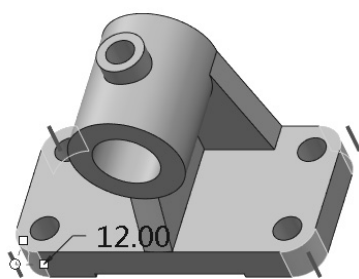

图 5-96 创建圆角 1
(1) 单击  倒圆角 按钮打开倒圆角操控面板。
(2) 创建圆角集 1，设置圆角的半径为 12.00，选择待倒圆角的四条边，如图 5-96 所示。